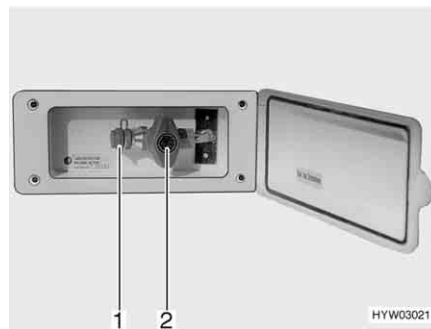

Fig. 113 Raccordement externe de gaz avec robinet d'arrêt de gaz fermé
Le raccordement externe de gaz (Fig. 113) se trouve, selon les modèles, à l'arrière ou sur le côté gauche ou droit du véhicule.
- Raccorder l'appareil à gaz externe sur le raccord (Fig. 113,1).
- Ouvrir le robinet d'arrêt de gaz (Fig. 113,2).